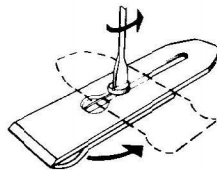

FIG. 3
Remove double iron (11/12) and place on bench. Slacken cap iron screw (15) (Fig. 3).
Desserrer la vis du contre-fer (15) (Fig. 3)
Messerplattenschraube lockern, (15) Messerplatte zurückschieben, drehen und entfernen, (Abb. 3).
Sacar el hierro doble (11/12) y ponerlo sobre el banco. Aflojar el tornillo del contrahierro (15) (Fig. 3).